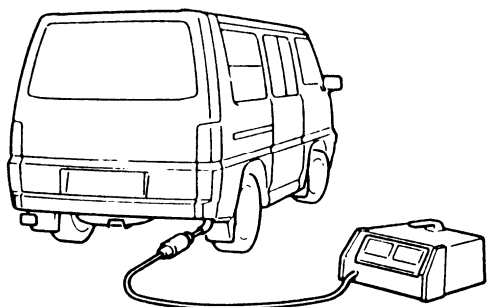

图 2-126 安装一氧化碳测试器
(3) 起动发动机并使发动机怠速运转。
(4) 检查点火正时。必要的话，调整点火正时。点火正时标准值应在上止点前 $5^{\circ} \pm 2^{\circ}$ 。
(5) 如图 2-126 所示，安装一氧化碳测试器。